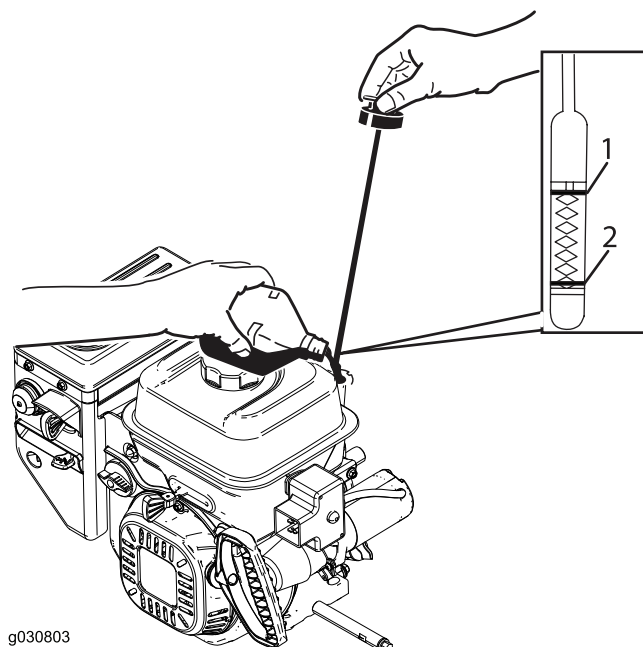

Figura 33
2. Rimuovete l'asta e controllate il livello dell'olio (Figura 33). Se l'olio non raggiunge la tacca Add, occorre rabboccare. Vedere 5 Controllo del livello dell'olio motore \(pagina 9\).